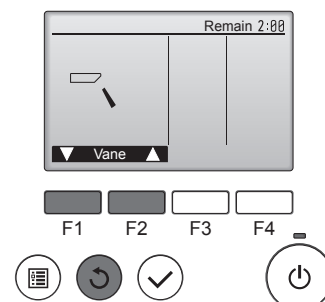

Fig. 8-4
- 2 Premere il pulsante [SCEGLI] per visualizzare lo schermo di funzionamento dei deflettori, quindi premere i pulsanti [F1] e [F2] per verificare il deflettore automatico. (Fig. 8-4)